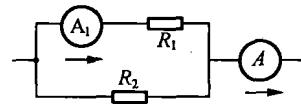
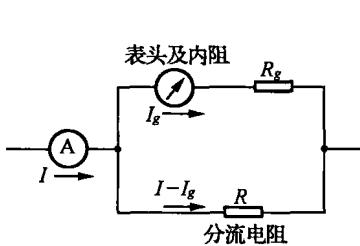

图 1-14 电流表的连接
图 1-15 电流表扩大量程电路
(1) 在测量电路电流时,一定要将表串接在被测电路中,如图 1-14 所示。其中表 A_1 是测量负载 R_1 流过的电流,表 A 是测量 R_1 与 R_2 流过的电流之和。
(2) 磁电式电流表一般只用于测直流电流。测量时,仪表的“+”、“-”极性不可接错,以免指针反打,损坏仪表。
(3) 磁电式电流表精度高,但量程较小,可用图 1-15 所示电路扩大其量程。 R 为分流电阻,流经它的电流 I 为被测电流与表头所能承受的电流 I_g 的差值。被测电流 I 为